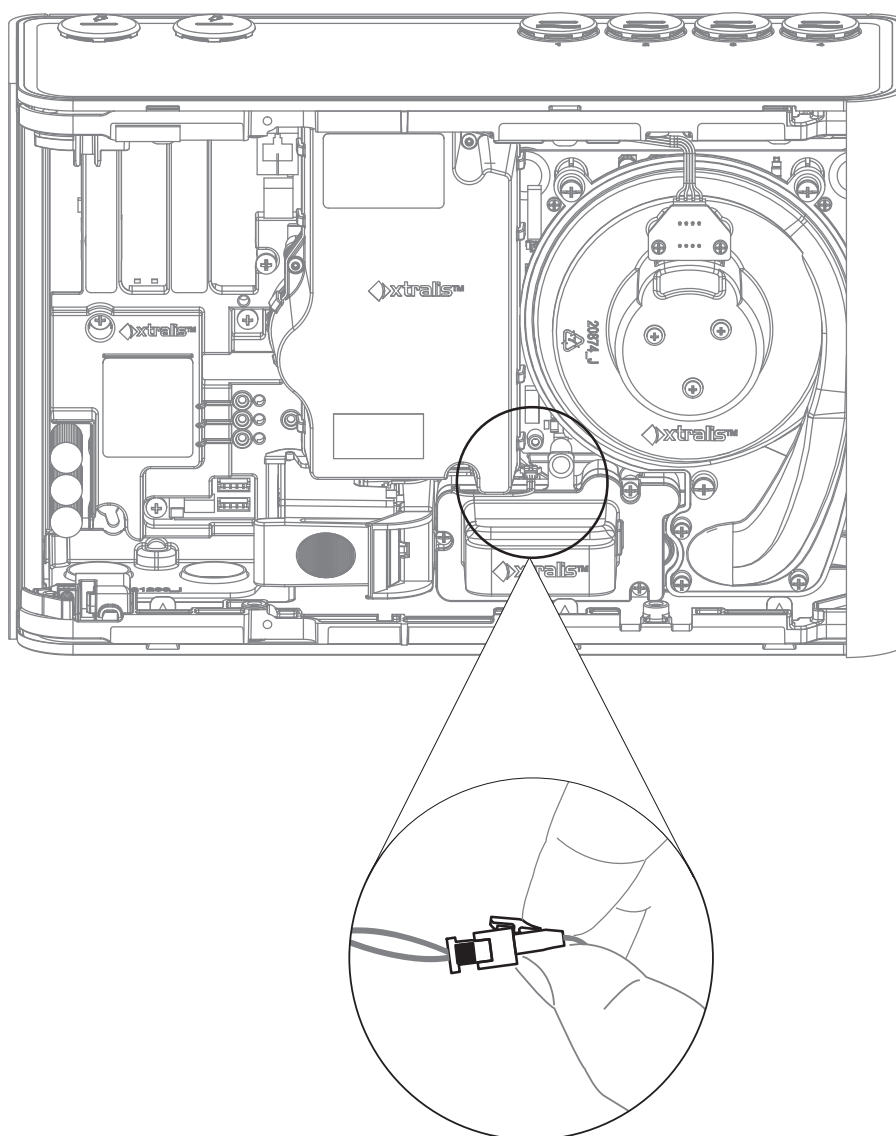

Рис. 7-20: Отсоедините кабель пробоотборного модуля
4. Нажмите рычаг разъема, чтобы открыть защелку (Рис. 7-20).